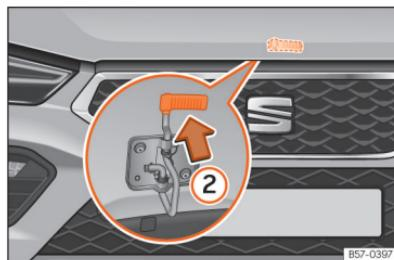

Fig. 204 Alavanca sob o capô.
- Para levantar o capô faça pressão para cima sobre a alavanca situada debaixo do capô **»» Fig. 204 ②**. O gancho de fixação fica desbloqueado.